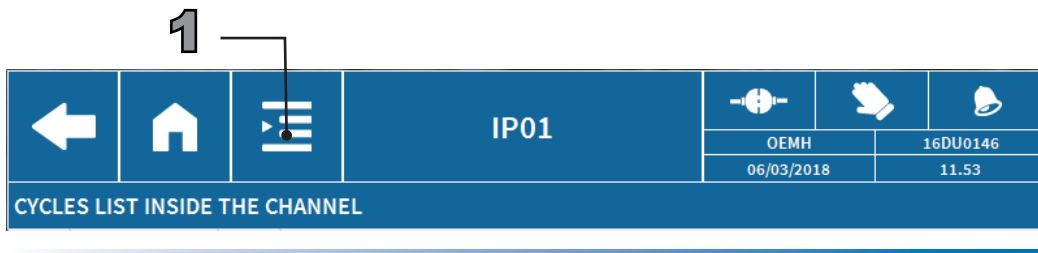

Abb.122. Symbol zur Auswahl von Datensätzen aus der Liste
Mit dem Symbol (1) Abb.122 auf Seite 76 im Dashboard **Set List Default** (Datensatzliste) wird ein Datensatz hinzugefügt, der für die ausgewählte Messanwendung zur Verfügung steht.